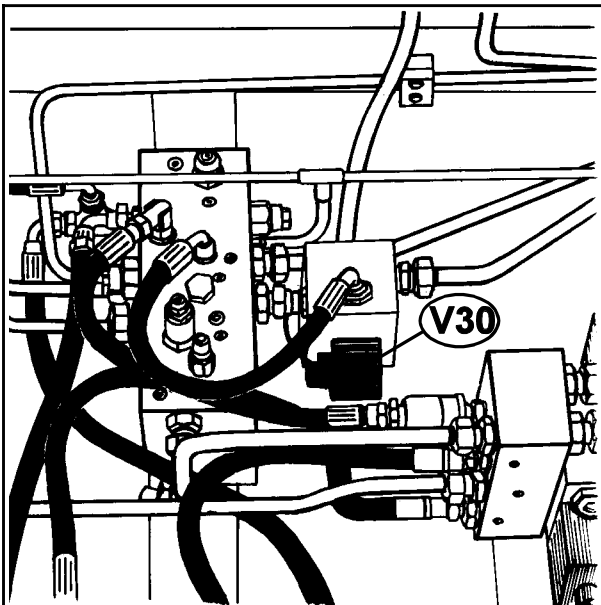

Bild 14-8
14.6 DOPPELBETRIEBSBLOCK. (Sonderausstattung). (Siehe Abb. 14-8).